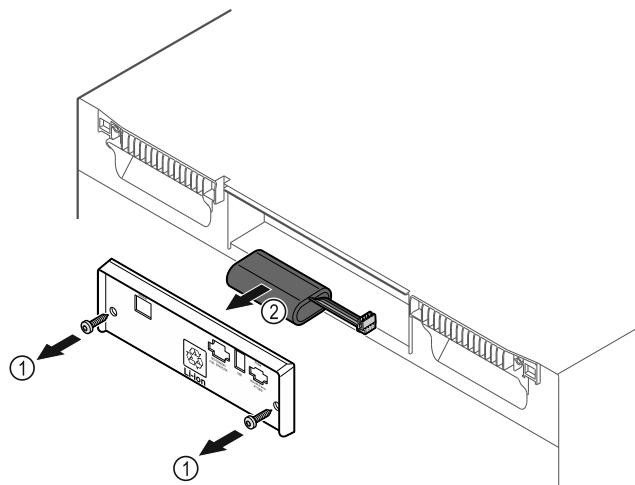

Fig. 185
- ▶ 旋出螺栓并移除冰箱背面的盖板 Fig. 185 (1)。
▶ 断开并取出电池 Fig. 185 (2)。